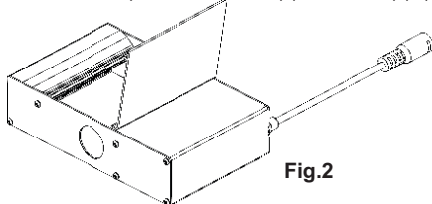

Fig.2
- Open the driver box and remove the knockout(s). (Fig.2) Ouvrez le boîtier du pilote et retirez le (s) knock-out (s). (Fig.2)